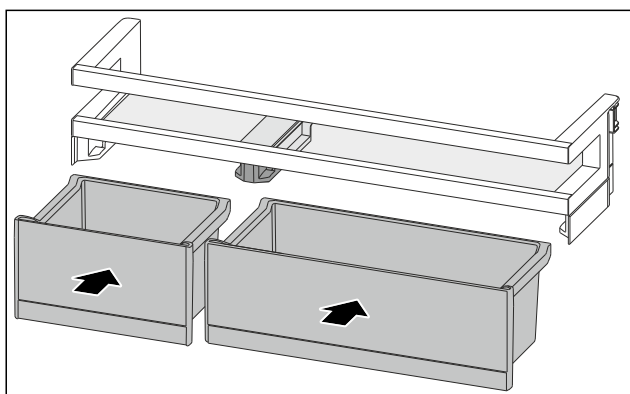

Fig. 88
- ▶ Aseta VarioBoxit käännetyssä järjestyksessä paikalleen. (katso Fig. 88)